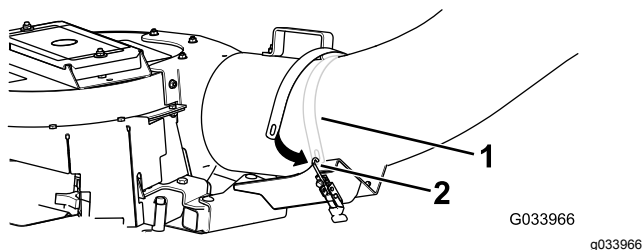

Figure 10
7. Placez la sangle de support de verrouillage autour du tube et fixez le tube au ventilateur avec un crochet de verrouillage (Figure 10).